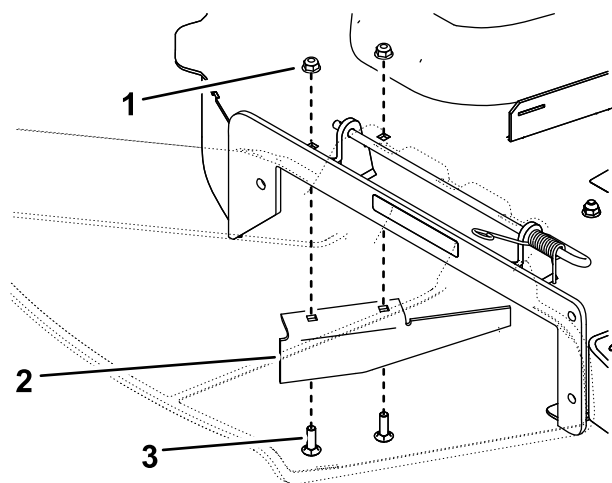

Figura 8
1. Retire los 2 pernos y las 2 tuercas que sujetan el deflector de descarga existente a la carcasa, y retire el deflector de descarga (Figura 8).